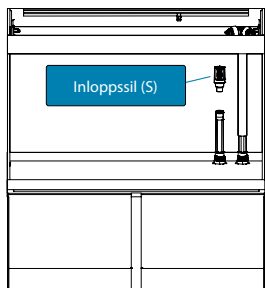
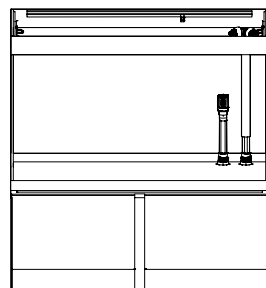
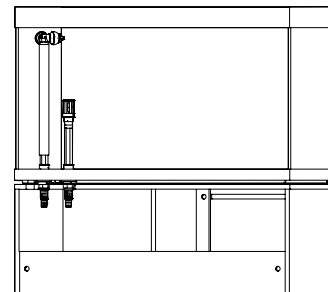

Bild 5
Bild 6
Bild 7
- Sätt inloppssilen (S) på kontaktaxeln (A) (bild 5). Monterings slutresultat visas på bild 6 och bild 7.